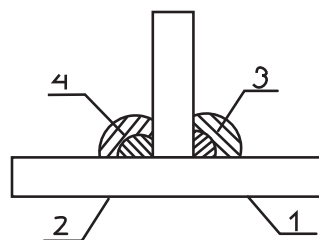

Figura 5
- Mantenga el arco corto fundiendo ambos lados con el movimiento indicado en la figura 5.